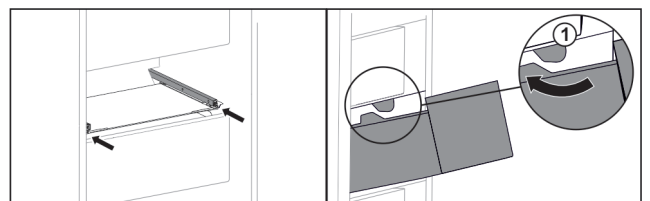

Fig. 39
- ▶ Обвести висувний ящик навколо стопора Fig. 39 (1)*